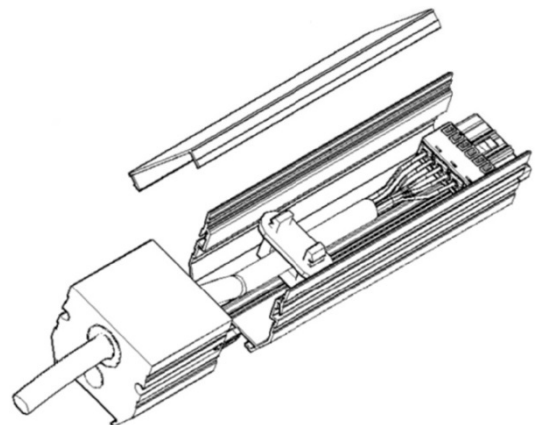

Abb. 6: Anschlusseinheit
2. Anschlusseinheit (Abb. 6) mit Schienenverbinder an der ersten Schiene montieren. Daneben, mittig und am anderen Ende den Deckenaufhänger (Abb. 3) einklipsen und daran aufhängen. Anschlusseinheit und Schienenverbinder nicht als Aufhängepunkte verwenden. Der Verbinder am anderen Ende ist immer Mittig über dem Übergang zu positionieren. Dazu den Verbinder bis kurz vor dem Loch einschieben und den Sicherungsbügel umlegen. (Abb. 3)
5. Elektrischen Anschluss herstellen, (Abb. 6) als Versorgungsleitung min. 3x oder 5x2,5 mm2 verwenden. Vorher unbedingt auf Spannungsfreiheit prüfen, Vorschriften der Arbeitssicherheit und DIN VDE 0100 beachten! Noch nicht einschalten!